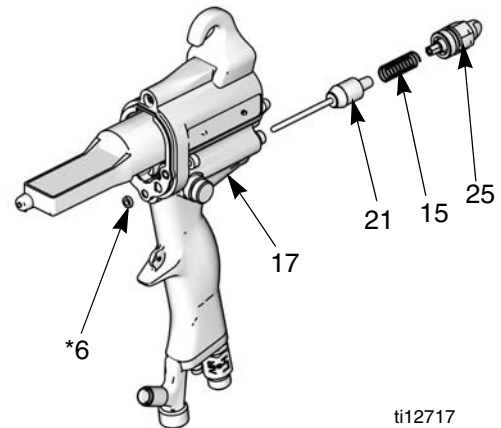

ABB. 21. Luftventil
3. Das Materialeinstellventil (25) aus dem Griff (17) ausbauen. Die Feder (15) entfernen. Siehe ABB. 21.